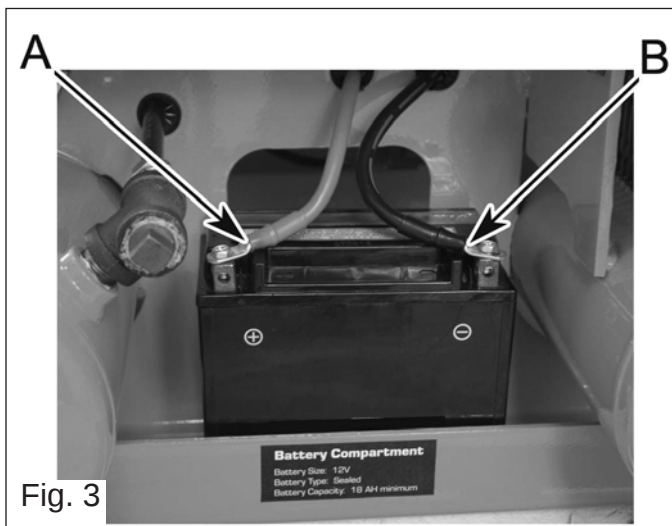

Fig. 3
5. Connect the battery positive (+) cable (A) to the battery positive terminal (Fig. 3).
6. Connect the battery negative (-) cable (B) to the battery negative terminal (Fig. 3).
5. Connecter le câble (A) positif (+) de la batterie à la borne positive (+) de la batterie (Fig 3).
6. Connecter le câble négatif (-) de la batterie à la borne négative (-) de la batterie (Fig 3).
5. Conecte el cable positivo (+) de la batería (A) al terminal positivo (+) de la batería.
6. Conecte el cable negativo (-) de la batería al terminal negativo (-) de la batería (Fig. 3).